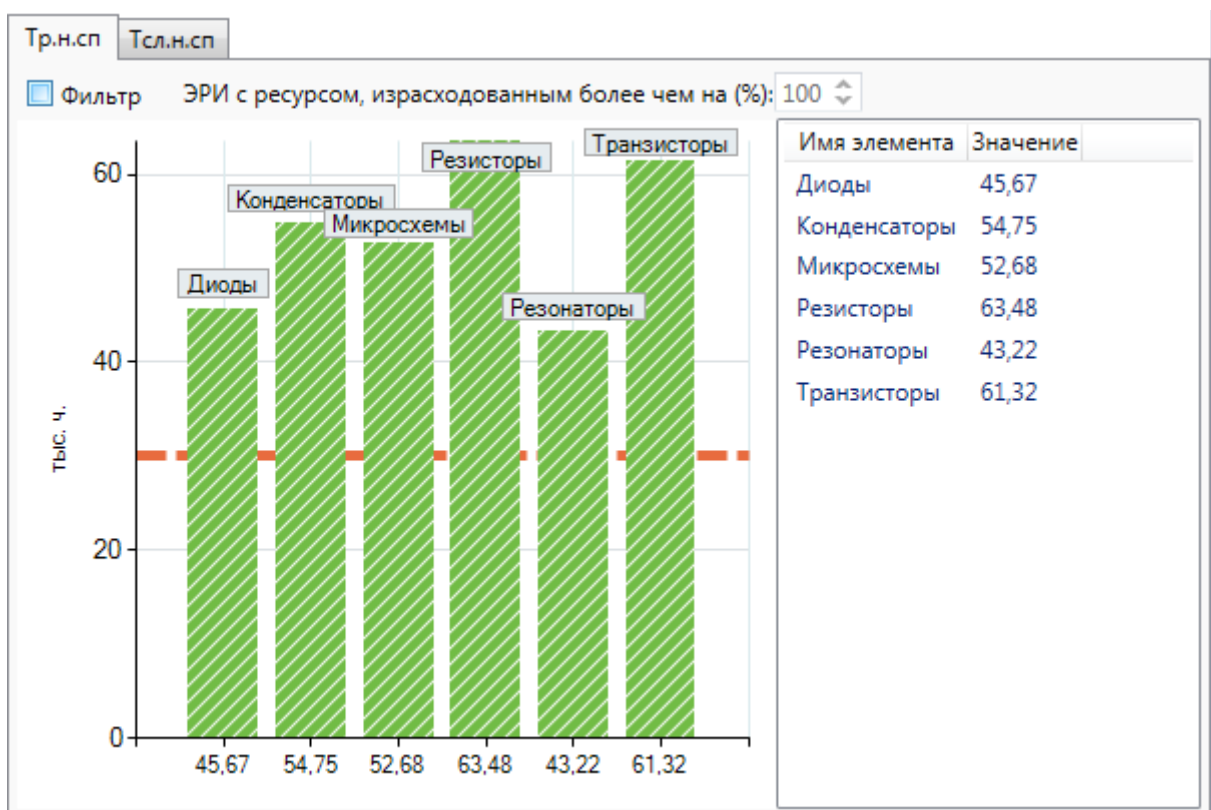

Рисунок 3.6. Окно графического постпроцессора
- Панель графического постпроцессора (см. рисунок 3.6), в которой отображается соотношение между требуемым и достигнутым уровнем надёжности изделия.